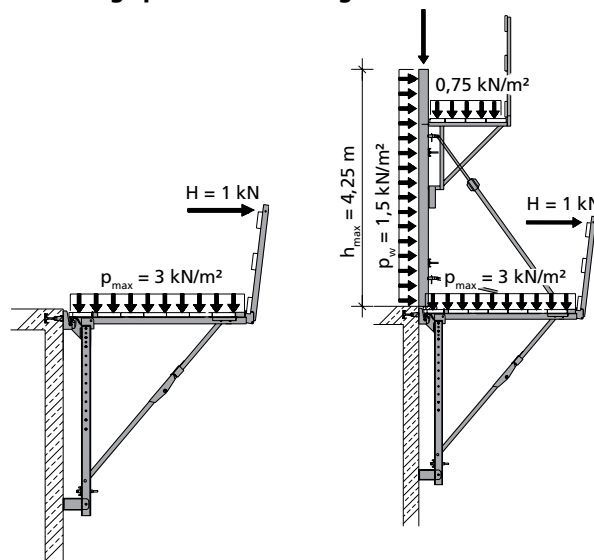

Fig. 23.2
■ Échafaudage de service sans coffrage (fig. 23.2)